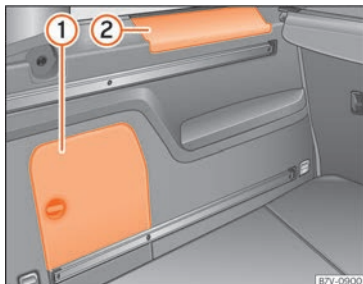

Fig. 191 Dans le coffre à bagages : rangement latéral.
Sur le côté du coffre se trouvent d'autres rangements » **fig. 191** (1) et (2). Pour ouvrir le